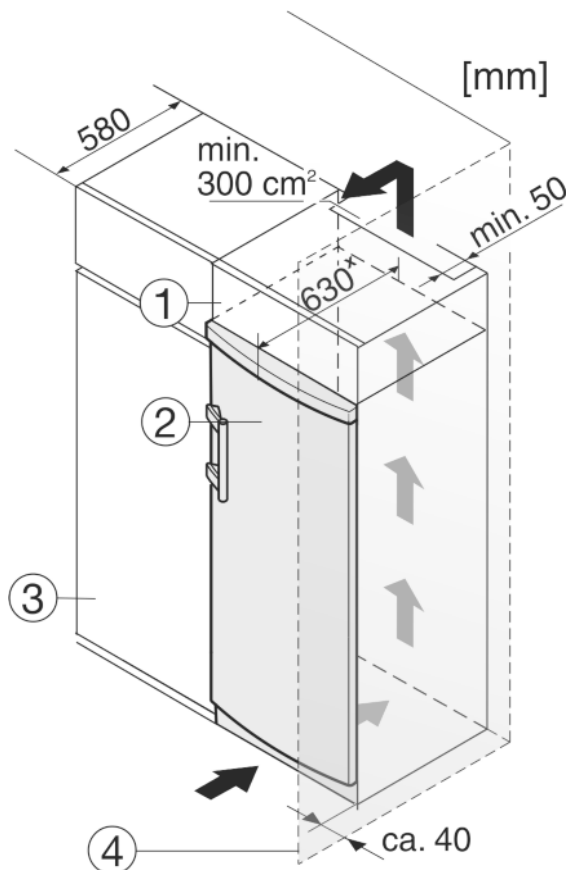

Fig. 11
Přístroj lze zabudovat do kuchyňských skříní. K vyrovnání přístroje Fig. 11 (2) na výšku kuchyňské linky lze na přístroj nasadit nástavec Fig. 11 (1).
Při montáži do kuchyňských skříní (hloubka max. 580 mm) lze přístroj instalovat hned vedle kuchyňské skříně Fig. 11 (3). Přístroj přesahuje přední stěnu kuchyňské skříně na stranách o 34 mm \* a uprostřed o 50 mm \*.
Když se přístroj instaluje závěsy vedle stěny Fig. 11 (4), musí být vzdálenost přístroje od stěny alespoň 40 mm. To odpovídá přesahu madla při otevřených dveřích.